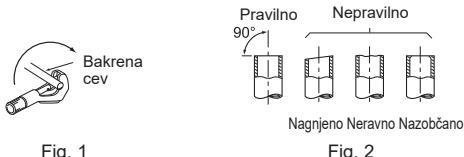

Fig. 1
- Odtočna cev mora biti zaradi lažjega odtekanja usmerjena navzdol. (Fig. 1)
- Bakreno cev pravilno odrežite z orodjem za rezanje cevi. (Fig. 1, 2)